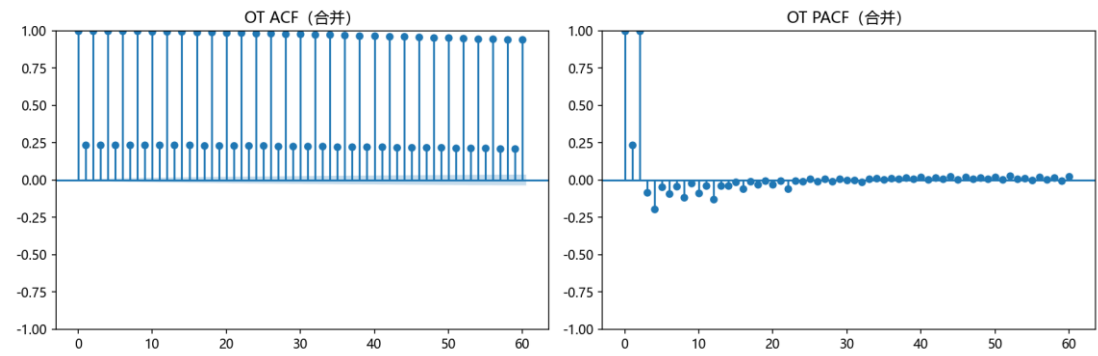

图 2 时序分析图
– 对 OT 进行 ACF/PACF (如图 2) 分析, 发现明显的自相关性和周期性特征